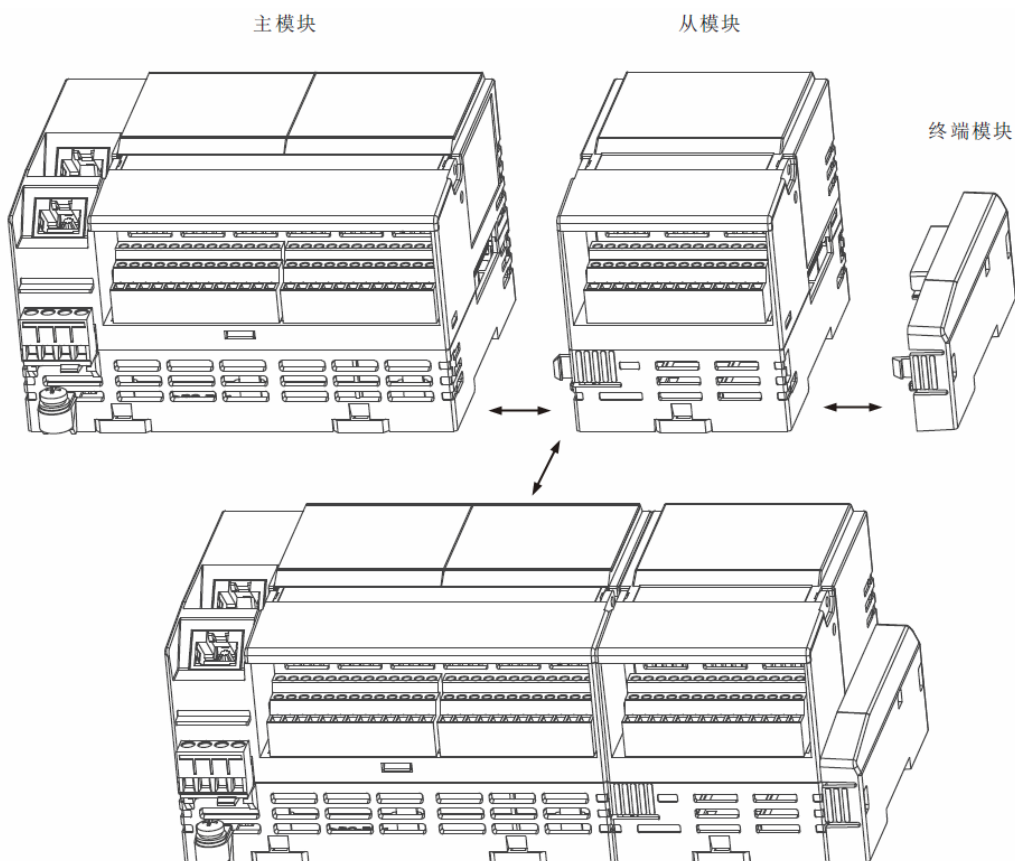

图 3-11 主模块、从模块与终端模块的安装
3. 将主模块、从模块和终端模块依次装在导轨上后，推动各个从模块和终端模块，使得各模块间 ECI 接口相连，模块间连接卡扣插入对应的卡槽中，如图 3-11 所示。